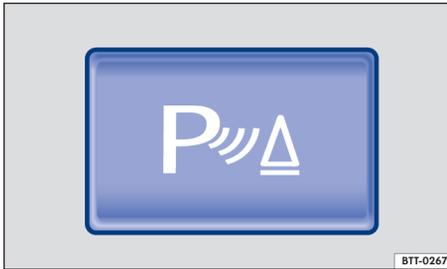

Fig. 129 Tecla para conectar y desconectar el control de la distancia de aparcamiento en la consola central.
- Con el encendido conectado, pulse la tecla  ⇒ **fig. 129**.